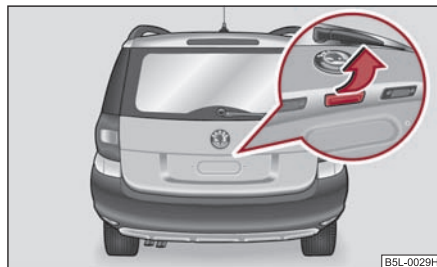

Fig. 44 Asidero de la tapa del maletero
- Presione el asidero ⇒ fig. 44 y levante al mismo tiempo la tapa del maletero.